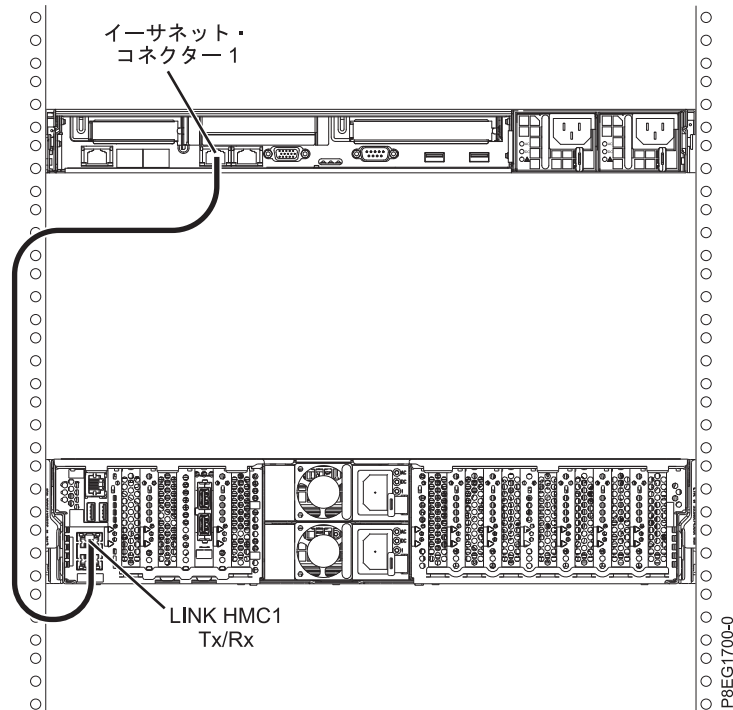

図 39. 管理対象システムへの HMC の取り付け
1. HMC を管理対象システムに直接接続する場合は、HMC の イーサネット・コネクター 1 を管理対象システムの HMC1 ポートに接続します。『 51 ページの図 39』を参照してください。